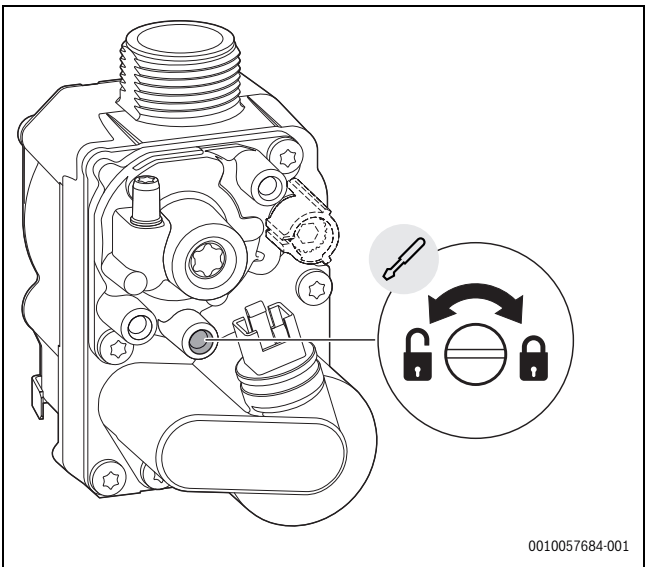

Fig. 88 Mesure de la pression de raccordement du gaz
- ▶ Desserrer la vis sur la tubulure de mesure pour la pression de raccordement du gaz de 2 tours (→ fig. 88).